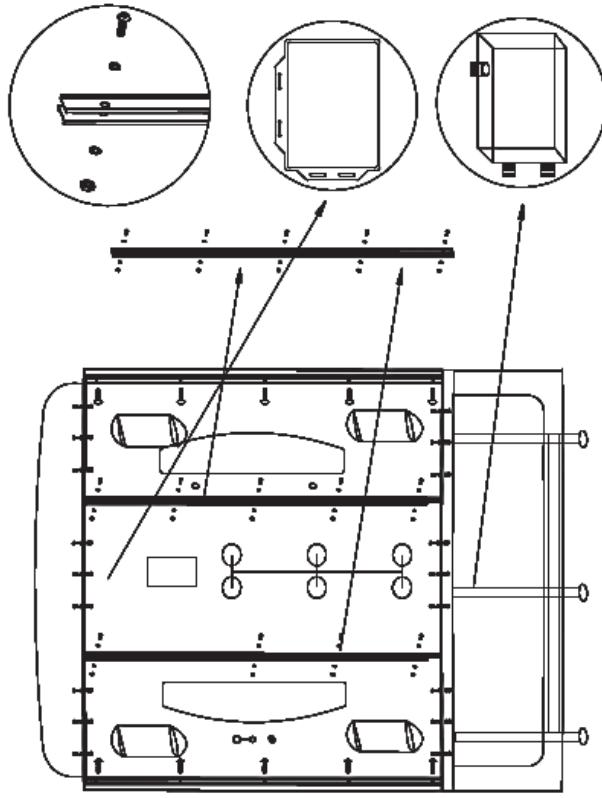

Рис.4
6. Нанесите слой герметика на борт ванны (показан к применению любой силиконовый герметик отвечающий свойствам рт-нейтральности, бесцветности, противоплесенности) и установите части задней акриловой стенки на борт ванны. Стяните через алюминиевые планки с помощью винтов между собой части задней стенки. Просверлите монтажные отверстия, закрепите с помощью болтов заднюю акриловую стенку с бортом ванны. (рис.4)